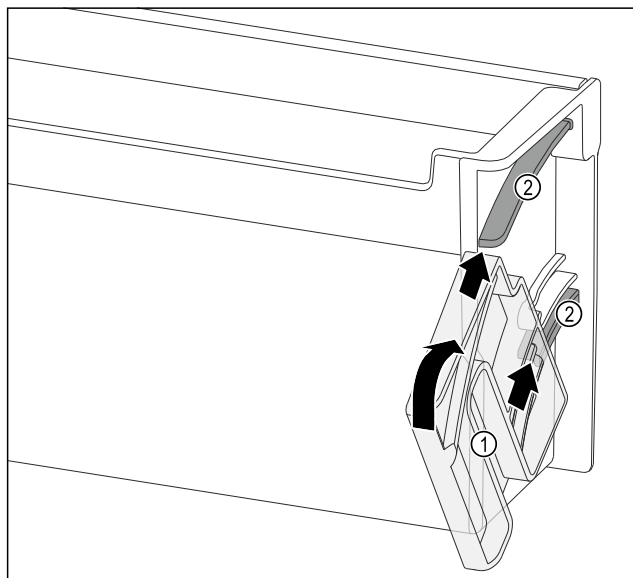

Fig. 137
- Dreheinheit Fig. 137 (1) so positionieren, dass die Aussparungen genau gegenüber den Führungskanälen Fig. 137 (2) des Türabstellers liegen.
- Dreheinheit Fig. 137 (1) in die angegebene Richtung drehen.